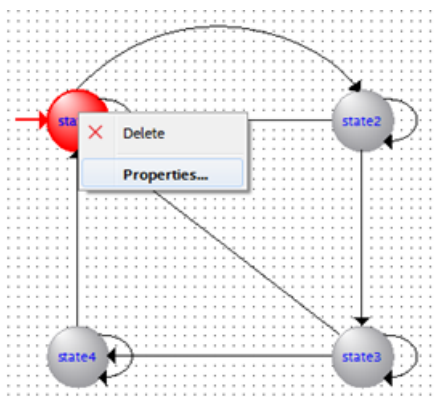

Рис. 16 Редактирование свойств состояния автомата
3.12. Выберите в окне редактора символ состояния **state1**, нажмите ПКМ и в выпадающем списке выберите **Properties** (рис.16)